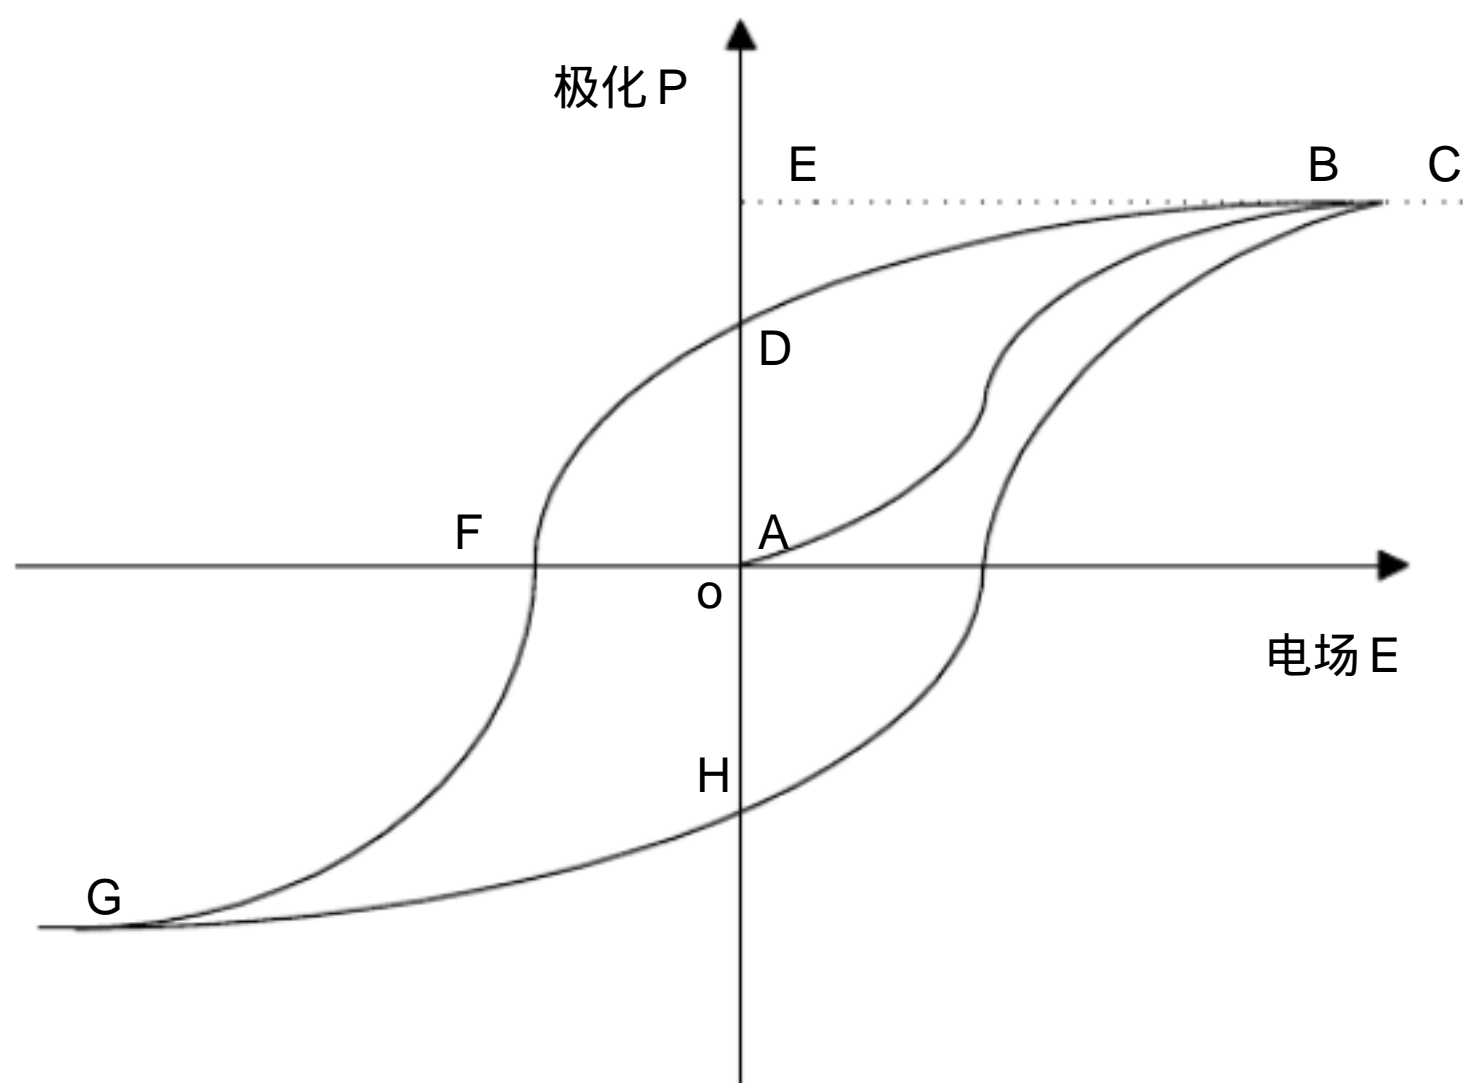

图 1 铁电体的电滞回线
(1) 电滞回线
铁电体的极化随外电场的变化而变化，但电场较强时，极化与电场之间呈非线性关系。在电场作用下畴畴成核长，畴壁移动，导致极化转向，在电场很弱时，极化线性地依赖于电场 见图 1, 此时可逆的畴壁移动成为不可逆的，极化随电场的增加比线性段快。当电场达到相应于 B 点值时，晶体成为单畴，极化趋于饱和。电场进一步增强时，由于感应极化的增加，总极化仍然有所增大 (BC) 段。如果趋于饱和后电场减小，极化将循 CBD 段曲线减小，以致当电场达到零时，晶体仍保留在宏观极化状态，线段 OD 表示的极化称为剩余极化 P_r 。将线段 CB 外推到与极化轴相交于 E，则线段 OE 为饱和自发极化 P_s 。如果电场反向，极化将随之降低并改变方向，直到电场等于某一值时，极化又将趋于饱和。这一过程如曲线 DFG 所示，OF 所代表的电场是使极化等于零的电场，称为矫顽场 E_c 。电场在正负饱和度之间循环一周时，极化与电场的关系如曲线 CBDFGH 所示此曲线称为电滞回线。
由于极化的非线性，铁电体的介电常数不是常数，而是依赖于外加电场的，一般以 OA 曲线（图 1）在原点的斜率代表介电常数，即在测量介电常数时，所加外电场很小，铁电体在转变温度附近时，介电常数具有很大的数值，数量级达 $10^4 \sim 10^5$ 。当温度高于居里点时，介电常数随温度变化的关系